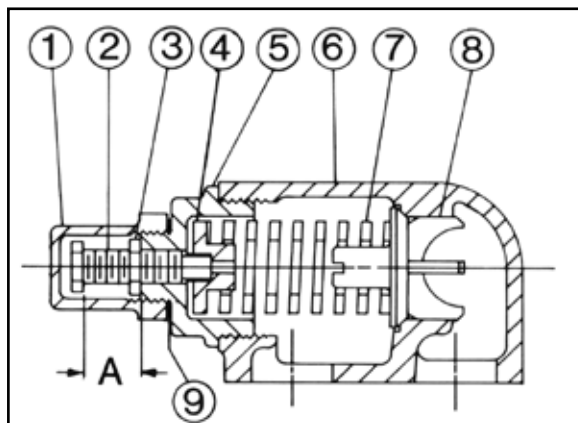

FIGURA 22
2. Misurare e prendere nota della lunghezza di estensione della vite di regolazione. Vedere "A" nella **figura 22**.